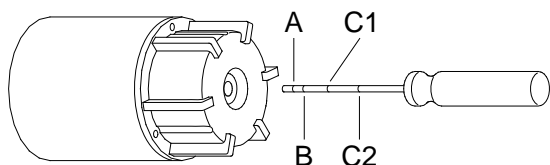

Afb. 4 Motorpositie tijdens het vullen – MMS
1. Plaats de motor onder een hoek van 45°, met het bovenstuk van de motor naar boven, zie afb. 4.